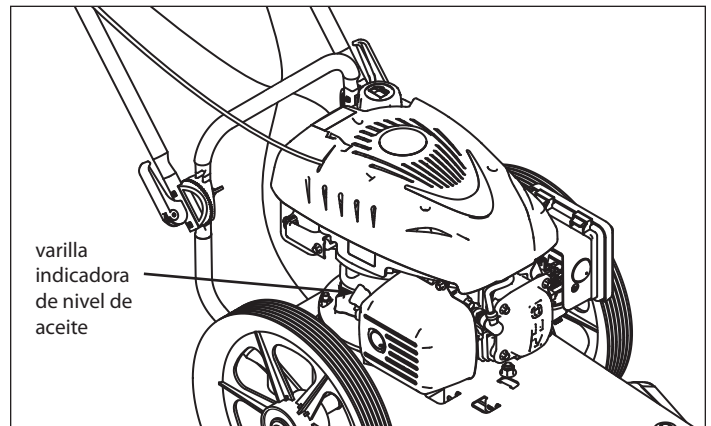

FIGURA 8: Ubicación de la varilla indicadora de nivel de aceite
2. Retire la varilla indicadora de nivel y, con cuidado, incline el motor hacia el lado de la varilla para vaciar el aceite del área de llenado de aceite. Vacíe el aceite en un recipiente adecuado y deséchelo adecuadamente. **CONSULTE LA FIGURA 8.**